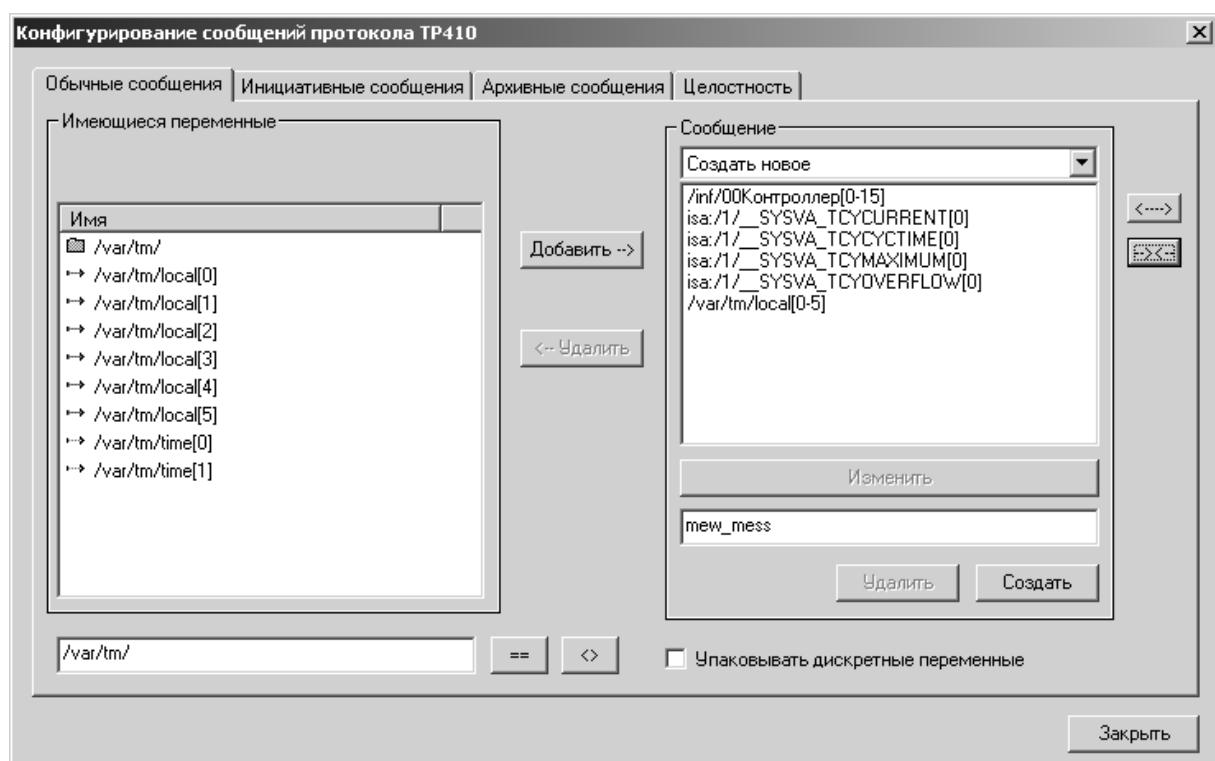

Рисунок 4.53 - Конфигурация обычных сообщений
- выбрать сообщение в выпадающем списке панели «Сообщение» (Рисунок 4.53);
При нажатии на кнопку « $\rightarrow\leftarrow$ » переменные будут отражены в сжатом виде, то есть если в сообщение включается диапазон значений переменной, то будет отражён диапазон (см. Рисунок 4.53).